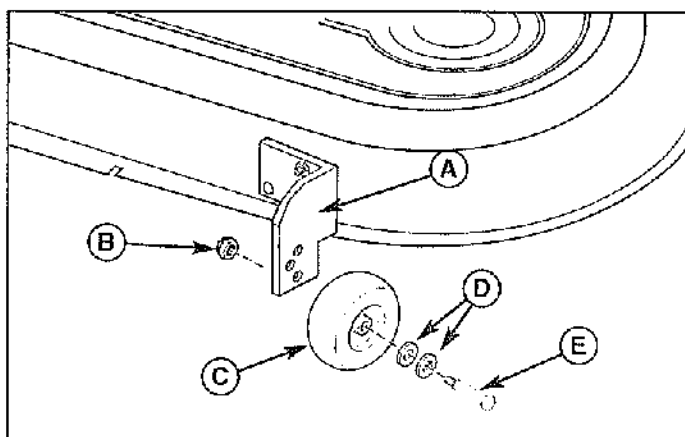

Figure 56. Réglage des roues d'ajustement à support fixe
1. Enlever le contre-écrou (B, Figure 56), la roue d'ajustement (C), les rondelles (D) et le boulon d'épaule (E). Changer la position de la roue d'ajustement à la hauteur désirée.
2. Insérer le boulon d'épaule (E) dans les rondelles (D), la roue d'ajustement (C), and le support de la roue d'ajustement (A). Serrer au moyen du contre-écrou (B). Répéter les étapes 1 & 2 pour toutes les roues d'ajustement.